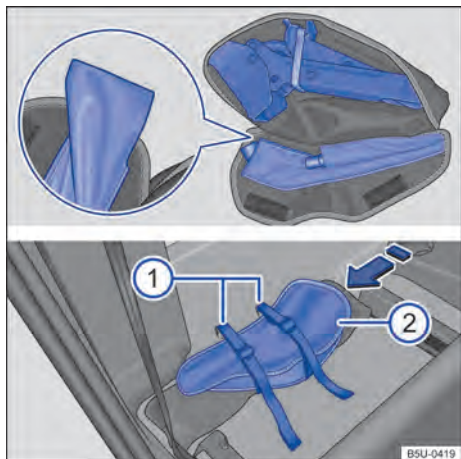

Fig. 126 Atrás do encosto do banco do passageiro: ① cintas de fixação da bolsa das ferramentas de bordo e ② bolsa das ferramentas de bordo.
- Acomodar o macaco na bolsa fechado totalmente → Fig. 126, com a base do macaco na parte maior da bolsa.
- Acomodar a chave de roda no seu devido alojamento e atentar para que a lingueta → Fig. 126 (lupa) seja colocada por baixo da chave de roda, para evitar ruídos durante a condução.
- Posicionar a bolsa das ferramentas de bordo atrás do banco do passageiro, sobre o triângulo de segurança e através das duas cintas de fixação, conforme → Fig. 126 no sentido da seta.
- Para que a bolsa fique corretamente fixada, colocar a bolsa de ferramentas de bordo com os velcros da bolsa voltados para frente → Fig. 126 ②.